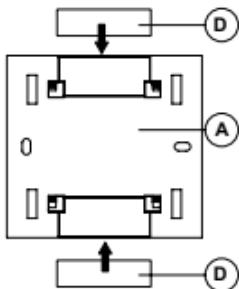

Fig. 4.
In alternativa, fissare la piastra di sicurezza A (fig.4) con le strisce adesive (D) fornite in dotazione su una superficie liscia/piana (non metallica).